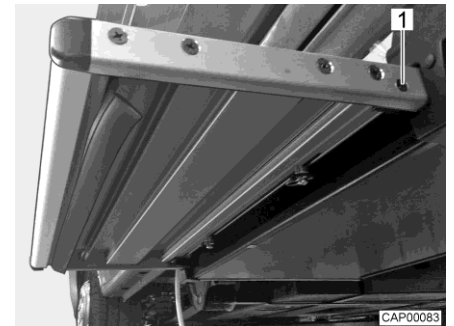

Fig. 116 Butée (marchepied)
- Dévisser une vis (Fig. 116,1) de chaque côté du marchepied. La butée du marchepied est ainsi coupé du secteur.